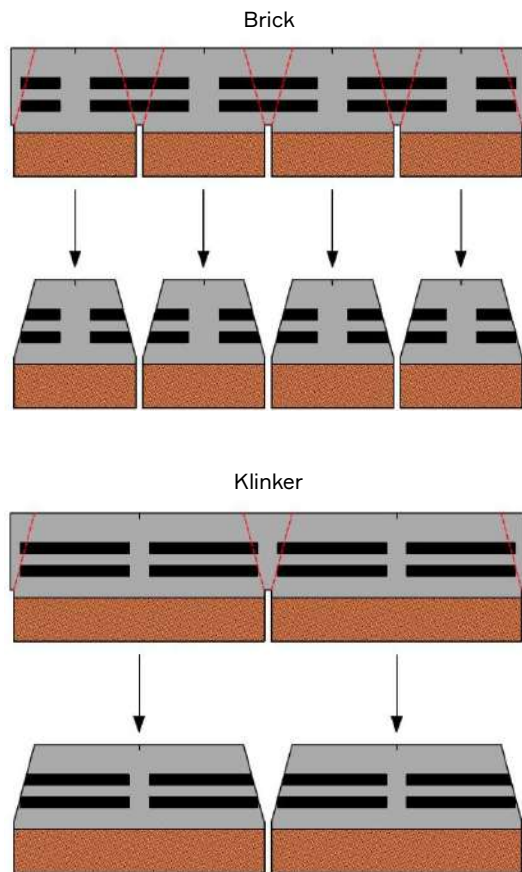

Рис. 17. УИзготовление угловых элементов для отделки внешних углов.
8.2.6. В случае отделки внешних углов при помощи угловых элементов их необходимо вырезать из самой фасадной плитки (рис. 17).